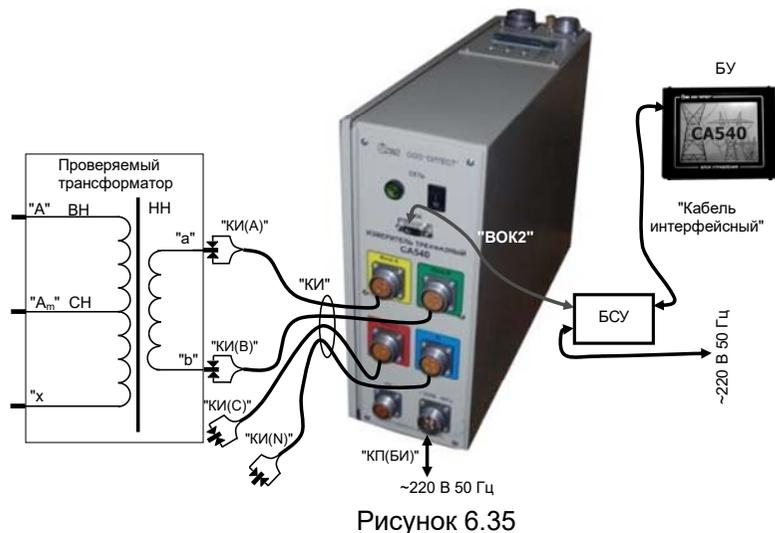

Рисунок 6.35
1) Собрать измерительную схему при управлении Измерителя от БУ (рисунок 6.35).